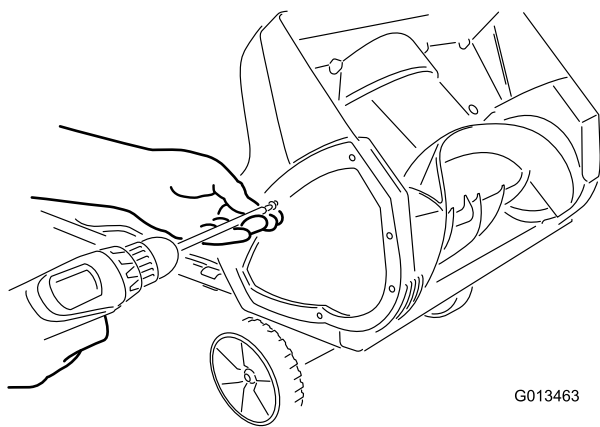

Bild 15
1. Nehmen Sie die Schrauben ab, mit denen die rechte Seitenplatte am Maschinenrahmen befestigt ist (Bild 15).